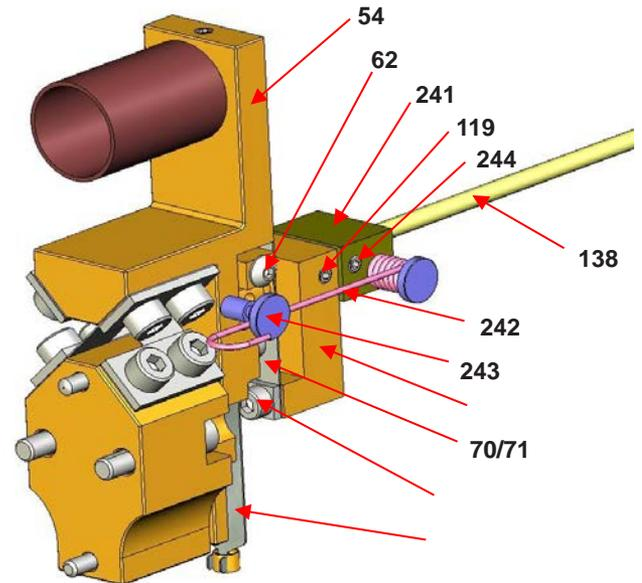

Figura 21
- a. Monte el tubo de torsión (137) en un soporte. El pivote en la parte trasera del tubo debe estar orientado hacia la parte superior.
- b. En la vara de transmisión (138) monte el conjunto de sesgo (241)
- c. En la vara de transmisión (138), monte el subconjunto de acoplamiento (75) incluyendo la brida (116), el subconjunto del elemento flexible de acoplamiento (70) [incl. elemento flexible (71), chaveta (72) y arandela (73)], brida (117) y sus dos tornillos aflojados (118) (vea la figura 21).
- e. Coloque el subconjunto verticalmente en la vara de manera que la distancia entre el elemento flexible de acoplamiento (71) y la brida del tubo de torsión sea de 59.5 mm \pm 0.5 (vea la figura 21) Ajuste firmemente este subconjunto a la vara, utilizando los dos tornillos laterales (119)
- f. Coloque el sesgo a 1 mm del subconjunto de acoplamiento, alinee el subconjunto de sesgo con el subconjunto de acoplamiento y ajústelo en la vara con los dos tornillos laterales (244)
- g. Verifique el tornillo (62) en la viga (54) esté aflojado.
- i. Deslice la caja en la brida del tubo de torsión, mientras observa por la abertura lateral que la chaveta (72) se inserte en el extremo de acoplamiento de la viga. Utilice una herramienta plana para hacer retroceder fácilmente al elemento flexible (71)
- j. Cuando la caja entre en contacto con la brida del tubo de torsión, verifique que la viga pueda girar libremente, poniendo un dedo sobre el elemento flexible (59) a través del orificio inferior NPT de 3/4".
- k. Ajuste la caja con cuatro tornillos (121) y arandelas (122). Ajuste firmemente
- l. Verifique nuevamente que la viga pueda girar libremente y que el elemento flexible de acoplamiento (71) no se haya deformado. El acoplamiento en la viga (54) se ajusta más adelante.